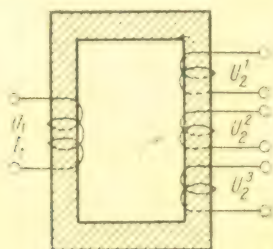

Fig. 88
b) Dacă secundarul conține mai multe înfășurări separate care trebuie să funcționeze simultan, debitând tensiunile $U_2^1, U_2^2, \dots, U_2^n$ și curenții maximi $I_2^1, I_2^2, \dots, I_2^n$ (fig. 88), puterea totală în secundar se calculează însumând puterile parțiale ale înfășurărilor: